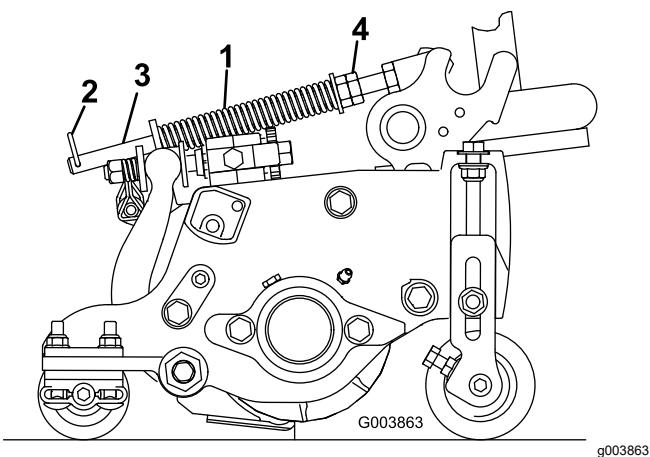

Figure 54
Le ressort de compensation (Figure 54) transfère le poids du rouleau avant au rouleau arrière. Cela évite la formation d'ondulations à la surface de la pelouse.
1. Vérifiez que la goupille fendue est insérée dans le trou arrière de la tige de ressort (Figure 54).
2. Serrez les écrous hexagonaux à l'extrémité avant de la tige de ressort jusqu'à ce que la longueur du ressort comprimé soit égale à 16 cm ; voir Figure 54.